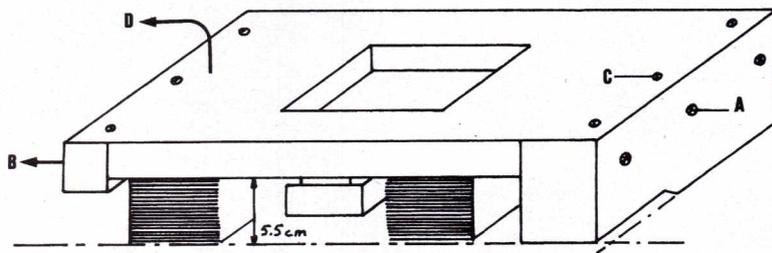

Figure 1
2. Il faut ensuite ouvrir la table. Pour cela, se procurer deux cales de 5,5 cm environ de hauteur (deux data book par exemple), afin de pouvoir retourner l'objet et le poser à plat sans rayer le tapis ni porter sur le bras (mettre ce dernier au centre). Voir **figure 1**.